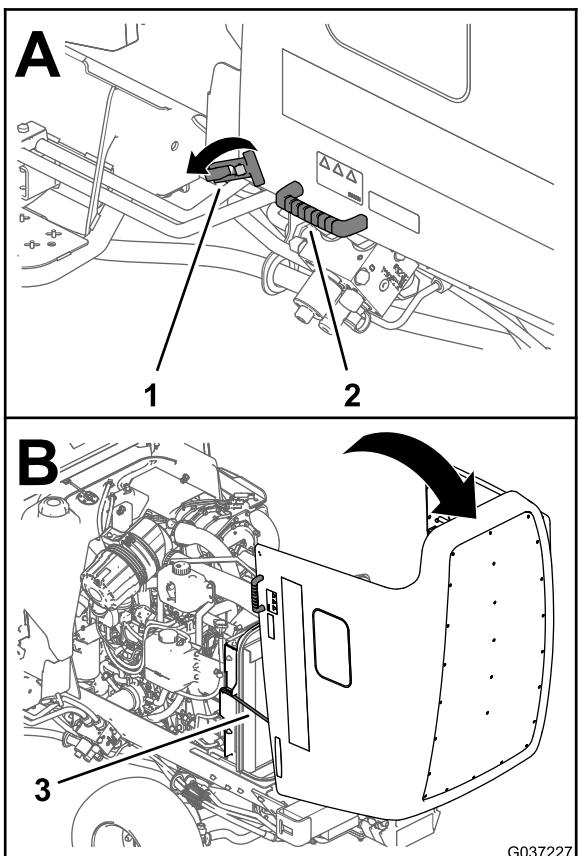

Figura 60
2. Abra los 2 cierres situados en las esquinas inferiores delanteras del capó (Figura 60).
3. Usando los tiradores situados junto a los cierres, levante el capó y muévalo hacia atrás hasta que las 2 varillas queden enganchadas en los soportes (**Figura 60**).